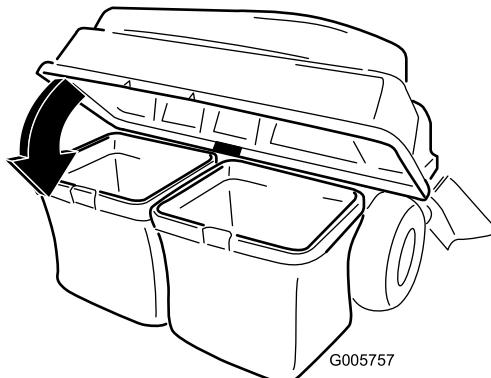

Figura 10
3. Baje la tapa del ensacador sobre la bolsa (Figura 10).